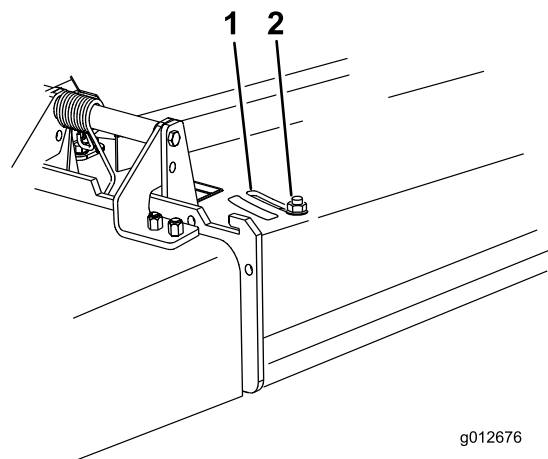

Figura 28
3. Per regolare il deflettore, allentate il dado (Figura 28).